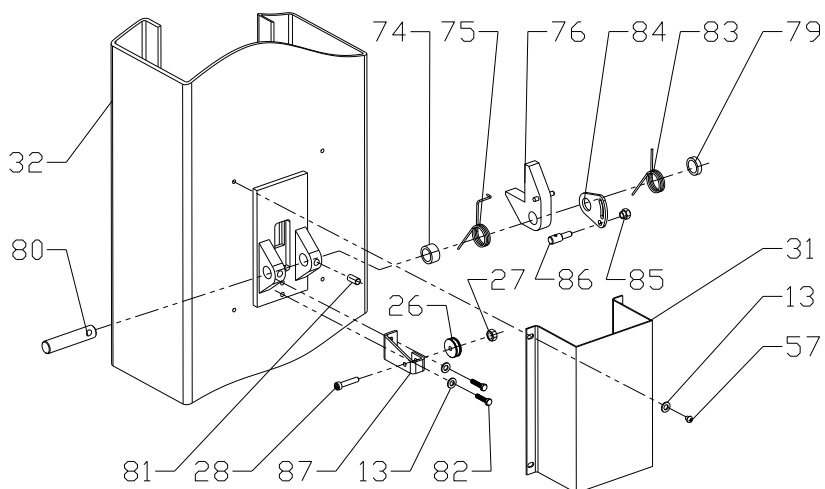

Рис. 25 Установка на второстепенную колонну
I. Установка планки защиты крыши и концевика (См рис. 25).